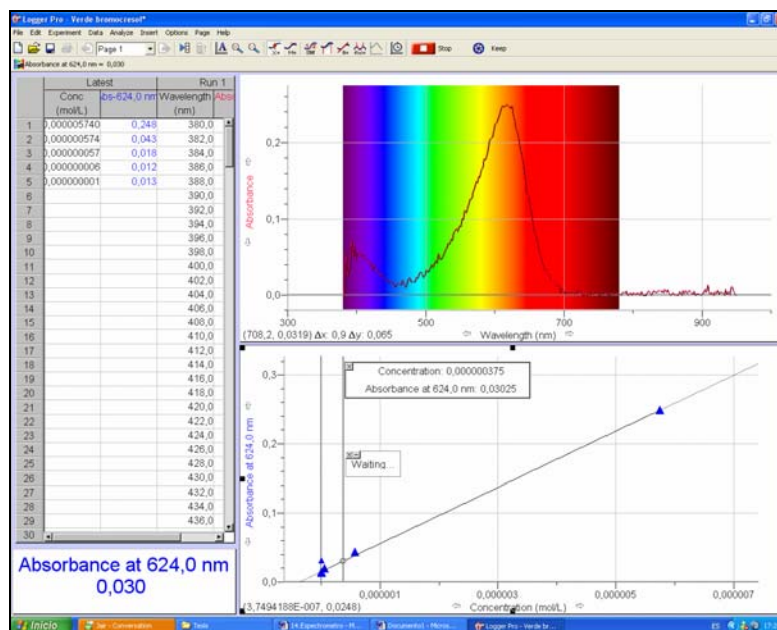

Figura 9.ESP. Se muestra el recuadro con la interpolación de la muestra problema.
- Coloque una muestra desconocida de la solución de verde de bromocresol en el sostén de celdas. Escoja Calcular Interpolación (“*Interpolate*”) del menú de Analizar (“*Analyze*”). Un recuadro de ayuda aparecerá, y se desplegará la absorbancia y la concentración de lo desconocido. (Figura 9.ESP).